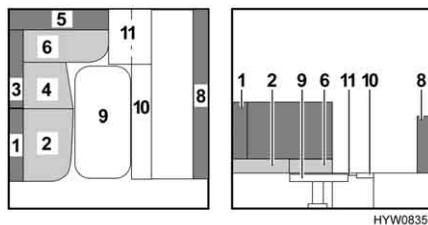

Fig. 87 Durante la trasformazione
- Sollevare leggermente la rete del letto (Fig. 87,10) ed estrarla fino all'arresto.
- Inserire la base del cassone letto (Fig. 87,11) tra il cassetto del divano trasversale e la rete del letto del divano estratta. Prestare attenzione alla rientranza sul lato del divano trasversale. I due perni sul lato inferiore della base del cassone letto devono infilarsi tra gli spazi della rete del letto.